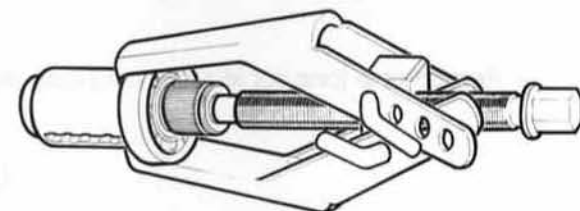

FIG 4
- Extraire le roulement côté verrouillage à l'aide de l'extracteur U 35 L muni de son embout (réf. 1837, fig. 4).